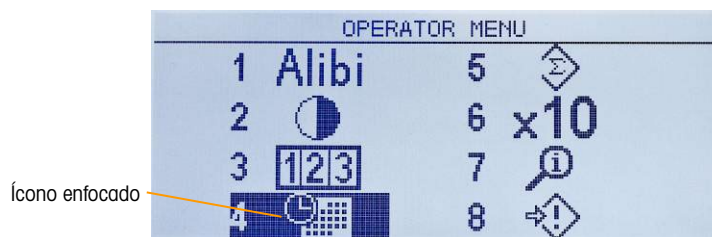
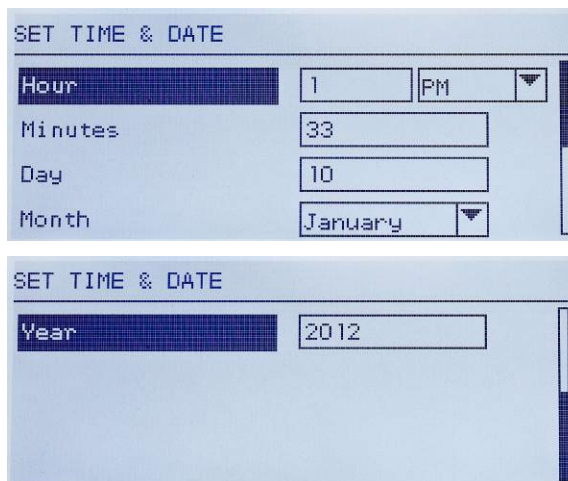
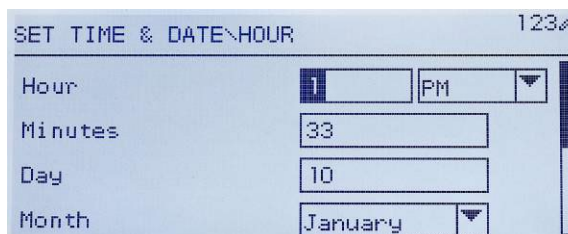

Figura 2-3: Pantalla de menú del operador
Figura 2-4: Ajuste de hora y fecha
Figura 2-5: Ajuste de hora y fecha, campo de hora enfocado
Para ingresar en el menú del operador, presione la tecla MENÚ . La pantalla cambiará de mostrar el peso normal a una serie de íconos (Figura 2-3). Los íconos incluidos dependen de la configuración del terminal; para ver detalles, consulte la Tabla 2-5.
- Cuando el enfoque está en la columna izquierda, como en la Figura 2-3 y en la Figura 2-4, al presionar la flecha IZQUIERDA se saldrá del menú **CONFIGURACIÓN** y se mostrará el menú **OPERADOR**.
Por ejemplo, desde la pantalla mostrada en la Figura 2-3, al presionar ENTER o el número 4 se muestra la pantalla de configuración de **Hora y fecha**.
En la Figura 2-4, un nombre de campo (**Hora**) está enfocado. En la Figura 2-5, está seleccionado el campo de captura numérica para el valor de hora. Use las teclas del teclado numérico para modificar el valor. Cuando se muestre el número correcto, presione ENTER para confirmar la selección y cambiar al siguiente nombre de campo (**Minutos**).
Cuando todos los valores de hora y fecha estén ajustados correctamente, presione la flecha IZQUIERDA para regresar al menú del operador (Figura 2-3).